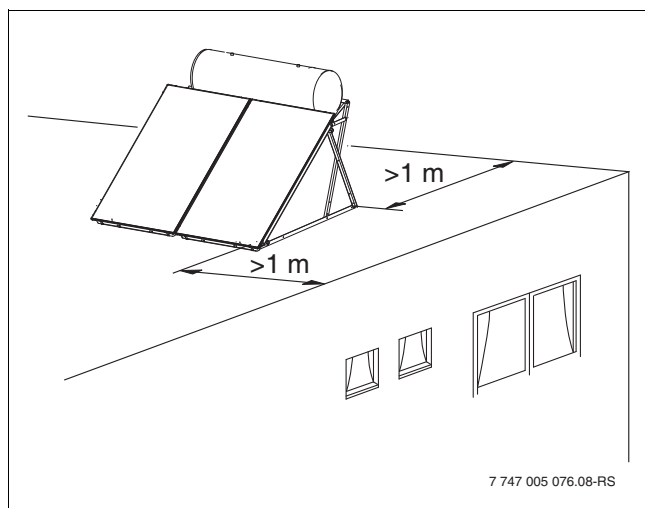

Fig. 8 Distancia desde el borde del tejado (sistema de 300 l)
► Antes del montaje debe asegurarse que entre el soporte para cubierta plana y el borde del tejado haya un metro de distancia como mínimo (→ Fig. 8).